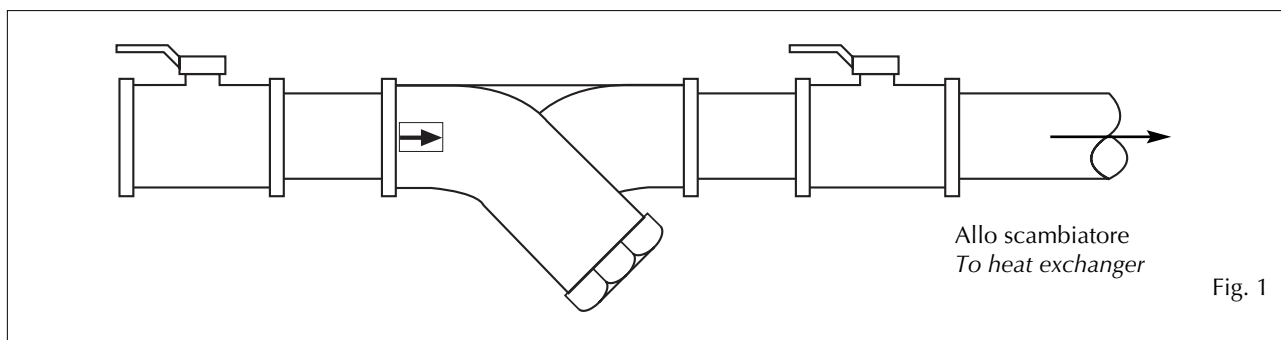

Fig. 1
- Per le versioni NRW e NRW-E è obbligatoria l'installazione del filtro acqua fornito a corredo (6), pena la decadenza della garanzia. Tale filtro è già installato nelle versioni con accumulo.
- Si consiglia, per gli NRW, l'installazione di un filtro a monte del condensatore (7).
- Per l'installazione del filtro vedere Fig. 1.
- Failure to install the water filter supplied (6) with NRW and NRW-E versions will render the guarantee null and void. Already installed in versions with storage tank.
- In the case of NRW versions, install the filter up-line of the condenser (7).
- To install the filter, see Fig. 1.